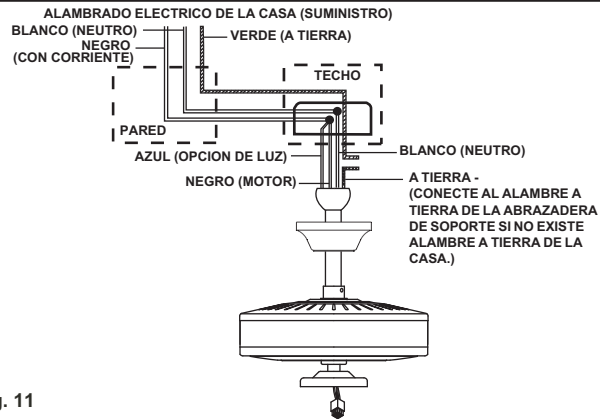

Fig. 11
Paso 1. Conecte el Alambre Negro (corriente) de la caja de distribucion a los alambres negro y azul del ventilador. Conecte el alambre Blanco (neutral) de la caja de distribucion con el alambre blanco del ventilador. (Fig. 11).